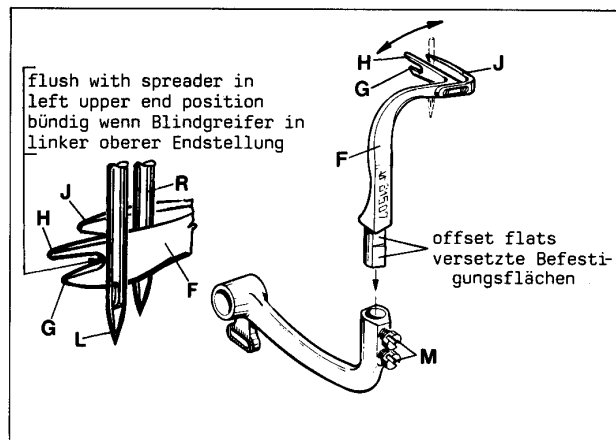
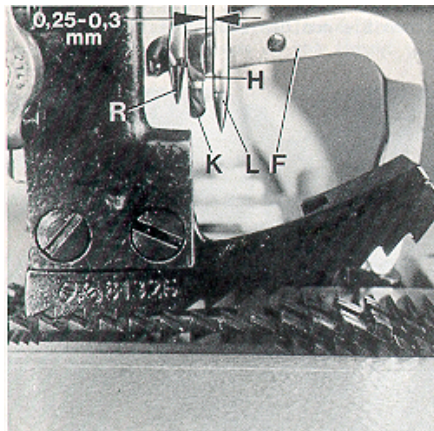
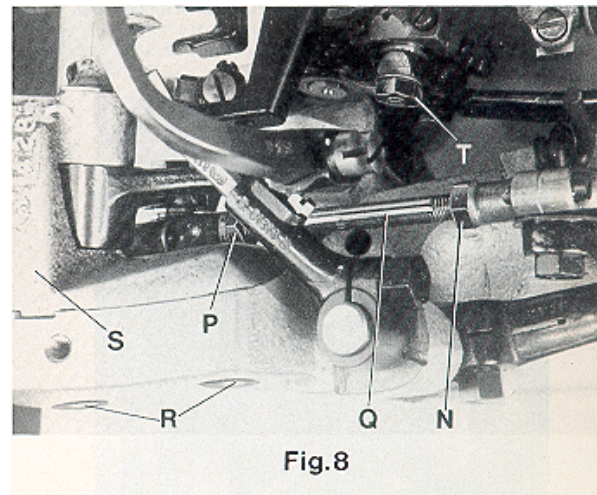

Fig.6
Fig.7
Fig.8
Before inserting a new spreader (F, Fig. 6) remove thread hook (J). This facilitates the visual check of the adjustment.
For adjustment of spreader (F, Figs. 6 and 7) with respect to the needles (L and R), the shank of spreader (F) has two offset flats.
First snug one screw (M, Fig. 6) on the flat of the spreader shank which obtains the following position of the spreader:
When rotating the handwheel in operating direction spreader (F, Fig. 7) should pass with the tip of its upper prong (H) in a distance of 0.25 to 0.3 mm (.010 to .012") behind the left needle (L) and its face (K) should not contact the front of the right needle (R). Now tighten the second screw (M, Fig. 6).
**HINT:** In case the adjusting possibility of the spreader by means of the two offset flats on the spreader shank is not sufficient, additionally the complete spreader shaft bearing (S, Fig. 8) can be moved slightly up or down when loosening screws (R). Retighten screws.
In the extreme left upper end position of spreader (F, Fig. 6), the bottom of the cutout between the two looper prongs (G and H) should be flush with the left side of the left needle (L).
If an adjustment is necessary, loosen nuts (N and P, Fig. 8) and turn connecting rod (Q) forward or backward as required to obtain the required position.
**NOTE:** The left nut (P) has a left hand thread. Temporarily snug the two nuts (N and P) manually.
Remount thread hook (J, Fig. 6) on spreader (F).
After this setting recheck the position of the spreader to the left needle, as described above. Reset with connecting rod (Q, Fig. 8) if required and tighten nuts (N and P).
Bevor Sie einen neuen Blindgreifer (F, Fig. 6) einsetzen, entfernen Sie den Fadenhaken (J). Dies erleichtert die visuelle Prüfung der Einstellung.
Zum Einstellen des Blindgreifers (F, Fig. 6 und 7) in Bezug zu den Nadeln (L und R) hat der Schaft des Blindgreifers (F) zwei versetzte Befestigungsflächen.
Legen Sie zuerst eine Schraube (M, Fig. 6) auf der Fläche des Blindgreifers an, mit der Sie folgende Stellung des Blindgreifers erhalten:
Beim Drehen des Handrades in Nährichtung muß der Blindgreifer (F, Fig. 7) mit der Spitze seines oberen Zinkens (H) in einem Abstand von 0,25 bis 0,3 mm hinter der linken Nadel (L) vorbeigehen und darf mit seiner Stirnfläche (K) die Vorderseite der rechten Nadel (R) nicht berühren. Ziehen Sie nun die zweite Schraube (M, Fig. 6) an.
**HINWEIS:** Sollte die Einstellmöglichkeit des Blindgreifers mit Hilfe der beiden versetzten Befestigungsflächen am Greiferschaft nicht ausreichen, kann nach Lösen der beiden Schrauben (R, Fig. 8) zusätzlich das ganze Greiferachslager (S) etwas nach oben oder unten verschoben werden. Ziehen Sie die beiden Schrauben wieder an.
In der äußerst linken oberen Endstellung des Blindgreifers (F, Fig. 6) soll die tiefste Stelle des Einschnittes zwischen den beiden Greiferzinken (G und H) mit der linken Seite der linken Nadel (L) bündig sein.
Wenn eine Einstellung notwendig ist, lösen Sie die Muttern (N und P, Fig. 8) und drehen die Verbindungsstange (Q) vor oder zurück bis die erforderliche Stellung erreicht ist.
**BEACHTEN SIE:** Die linke Mutter (P) hat ein Linksgewinde. Legen Sie vorerst beide Muttern (N und P) von Hand leicht an.
Montieren Sie den Fadenhaken (J, Fig. 6) wieder an den Blindgreifer (F).
Prüfen Sie nach dieser Einstellung nochmals die Stellung des Blindgreifers zur linken Nadel, wie oben beschrieben. Stellen Sie bei Bedarf mit der Verbindungsstange (Q, Fig. 8) nach und ziehen Sie die Muttern (N und P) an.
If an adjustment is required, loosen nut (T, Fig. 8) on the double joint and swing the lower looper lever with lower looper accordingly to the right or left. Retighten nut (T).
Ist eine Einstellung notwendig, lösen Sie die Mutter (T, Fig. 8) am Doppelgelenk und schwenken Sie den Untergreiferhebel mit dem Untergreifer entsprechend nach rechts oder links. Ziehen Sie die Mutter (T) wieder an.